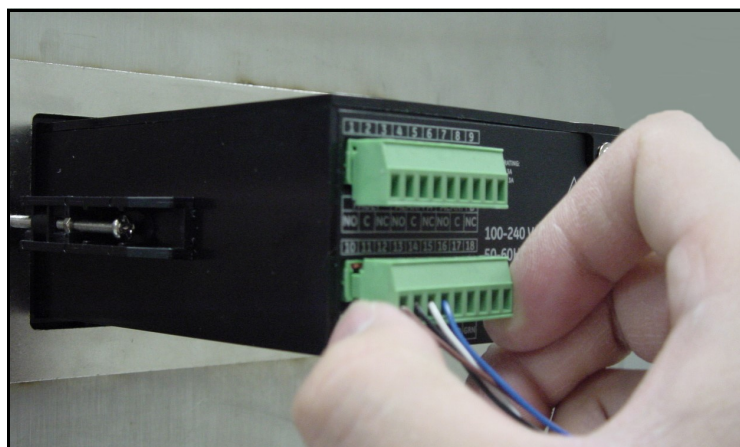

Рис. 36: Повторное подключение разъема в клеммный блок
2. Используя свободные провода на конце кабеля специального датчика подключите датчик к нижнему клеммному блоку (контакты 10, 11, 12 и 13) на задней панели гигрометра (см. **Таблица 1**, и Рис. 36 на стр. 21).